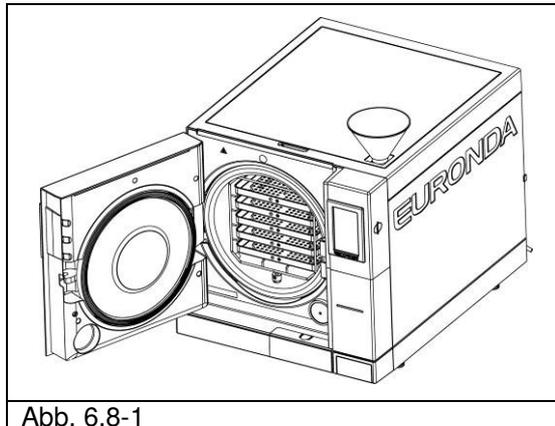

Abb. 6.8-1
2. Die Verschlusschraube des oberen Deckels öffnen, den mitgelieferten Trichter in die Öffnung setzen (1 in Abb. 6.8-1) und destilliertes Wasser von Hand einfüllen. Dabei die im Kap. 5.3 "Technische Daten" angegebene Menge beachten. Den in der Einfüllöffnung angegebenen MAX Füllstand nicht überschreiten. Das Wasser kann auch über den Deionisator (Option, Anhang 10) zugeführt werden. Für
2. Den Frischwassertank mit neuem, sauberem Wasser füllen (1 in Abb. 6.8-1).